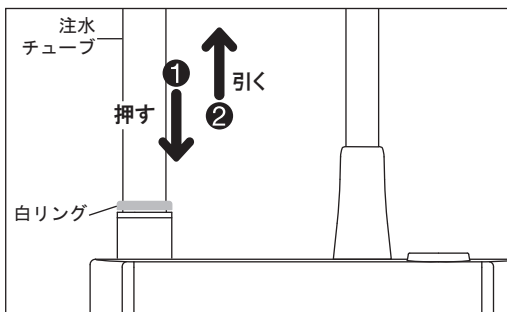

図 2
- 2) 注水チューブは白リングを押しながら引き抜いてください。(図2)